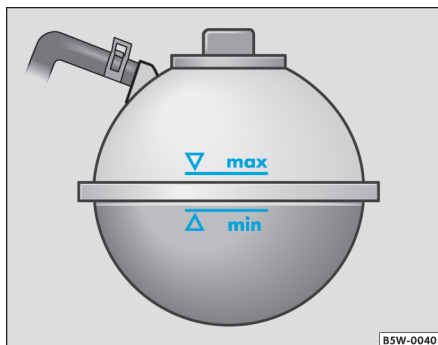

Fig. 100 En el vano motor: depósito del líquido refrigerante
- Si el nivel del líquido en el depósito se encuentra abajo de la marca ⇒ fig. 100 “MIN”, agregue líquido refrigerante.
- Tenga cuidado de llenar el depósito como máximo hasta la marca ⇒ fig. 100 “MAX”.